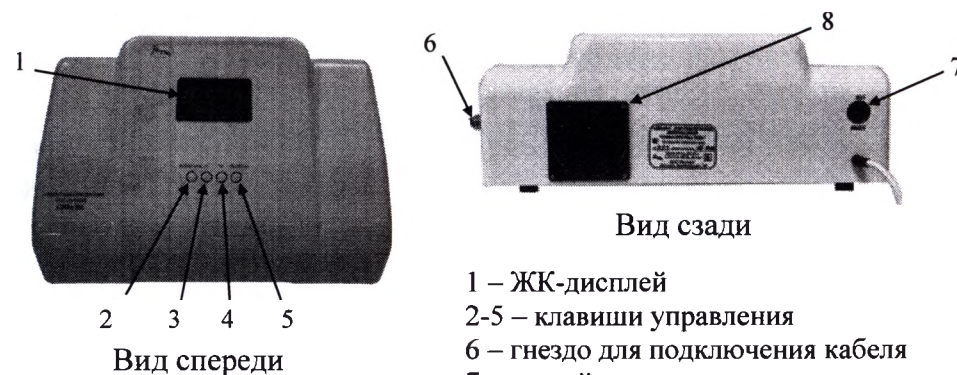

Рисунок 2 – Электронный блок.
- ЖК-дисплей (Рис.2.поз1.) для отображения информации;
- клавиши управления (Рис.2.поз.2-5) с переменным назначением: «Выбор/Пауза» - «Выбор» - установка необходимых параметров, «Пауза» - установка паузы во время процедуры, «^» - «больше» - увеличение значений устанавливаемых параметров, «v» - «меньше» - уменьшение значений устанавливаемых параметров, «Пуск/Стоп» - «Пуск» - запуск процедуры, «Стоп» - экстренная ручная остановка процедуры
4.2.4 На правой боковой панели корпуса расположено гнездо для подключения соединительного кабеля (Рис.2. поз.6).
4.2.5. На задней панели аппарата расположены: сетевой выключатель (Рис. 2.поз.7) и вентиляционная решетка (Рис.2 поз.8).